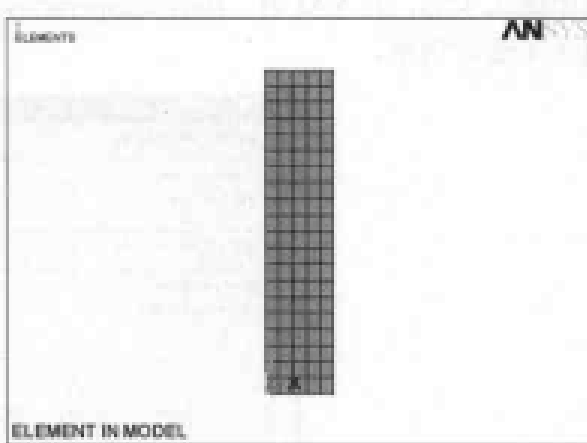

图 12-9 网格划分结果显示
(4) 选择 Main Menu | Preprocessor | Meshing | Size Cntrls | ManualSize | Lines | Picked Lines 命令, 出现 Element Size on 菜单, 在文本框中输入 2, 4, 单击 OK 按钮, 出现 Element Sizes on Picked Lines 对话框, 在 NDIV No. of element divisions 文本框中输入 20, 单击 OK 按钮关闭该对话框。
(5) 选择 Main Menu | Preprocessor | Meshing | Mesh | Areas | Free 命令, 出现 Mesh Areas 菜单, 在文本框中输入 1, 单击 OK 按钮关闭该菜单。
(6) 选择 Utility Menu | File | Change Title 命令, 出现 Change Title 对话框, 在文本框中输入 ELEMENT IN MODEL, 单击 OK 按钮关闭该对话框。
(7) 选择 Utility Menu | Plot | Elements 令, ANSYS 显示窗口将显示网格划分结果, 如图 12-9 所示。